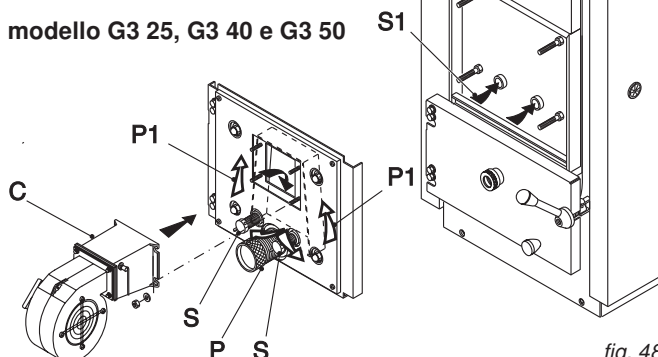

fig. 48
La caldaia GASOGEN 3 è dotata di una centralina di spinta dell'aria di combustione (ventilatore pos. 7 fig. 2) e da regolatori di aria primaria (pos. P fig. 48) e secondaria (pos. S fig. 48).